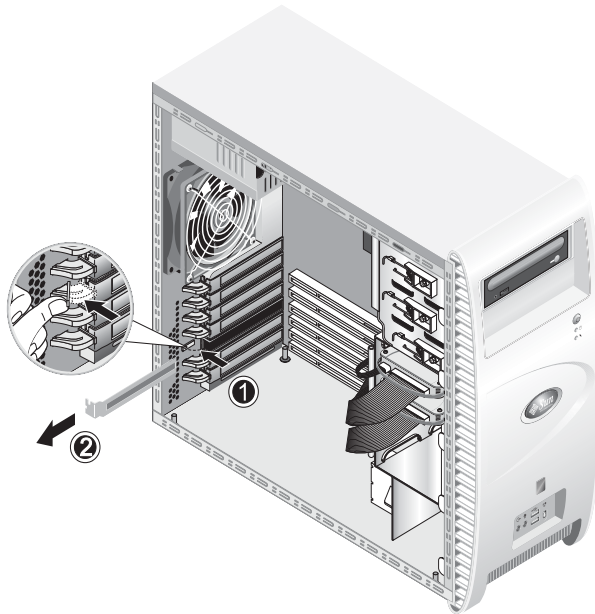

図 4-15 PCI カードスロットカバーの取り外し
5. シャーシの内部で、選択したスロットカバーを固定している青い固定クリップを背面パネルの切込み部分から出るまで押し込みます（図 4-15 の (1) を参照）。次に、クリップを外側に回します。
6. スロットカバーを引き抜きます（図 4-15 の (2) を参照）。